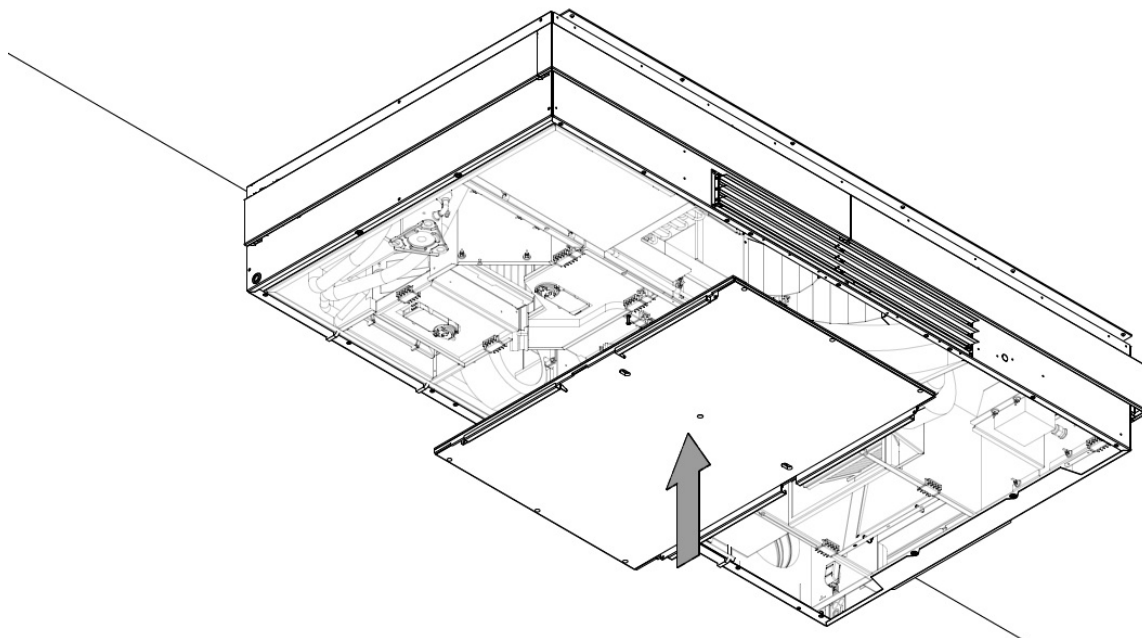
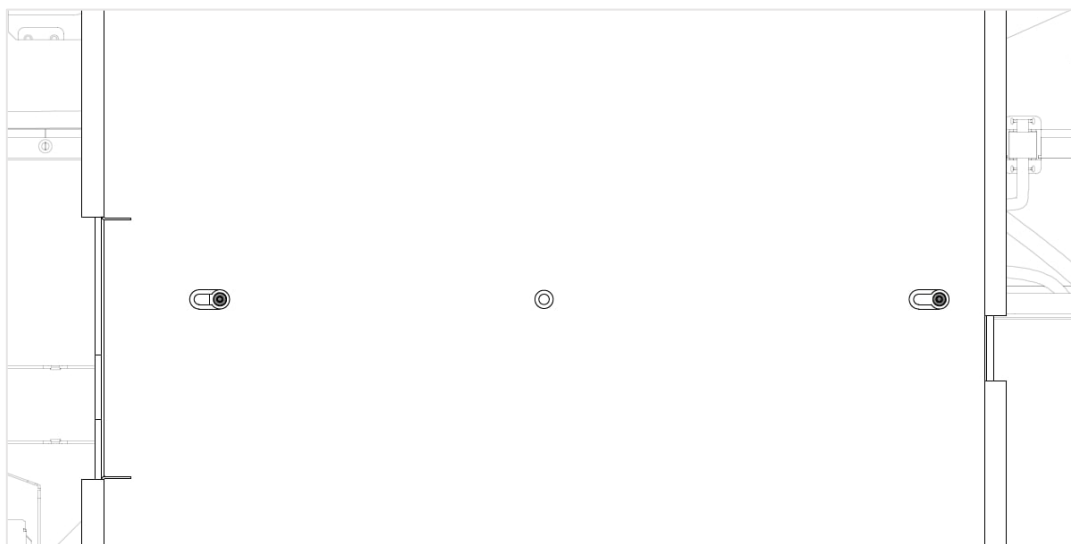

Figur 29: Skruva fast två långa skruvar på mittramen
Figur 30: Detaljerad bild av mittramen med skruvar monterade
1. Skruva i två av de långa skruvarna i mittramen, se Figur 29 och Figur 30 nedan. Observera att du måste lämna minst 10 mm mellan ramen och skruvhuvudet för att nyckelhålet på stålplåten ska fungera korrekt.